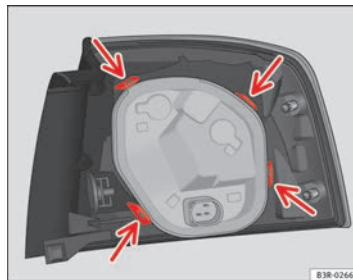

Fig. 229 Fixation du support d'ampoules dans le feu arrière
- Vérifiez que les quatre languettes de fixation ⇒ fig. 229 -flèches- sont encliquetées.